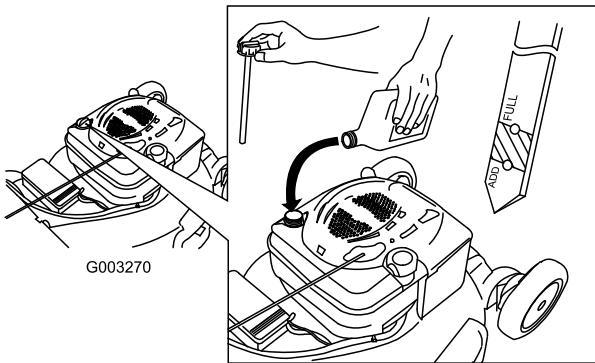

Figura 11
1. Togliete l'asta di misurazione del livello dell'olio, asciugatela ed inseritela a fondo nel foro (Figura 11).
2. Rimuovete l'asta e controllate il livello dell'olio (Figura 11). Se il livello dell'olio è inferiore alla tacca Add sull'asta, versate lentamente dell'olio nel foro del bocchettone fino a portarne il livello alla tacca Full sull'asta. **Non riempite troppo.** (Riempimento massimo: 0,59 litri, tipo: olio detergente SAE 30 con service classification API SF, SG, SH, SJ, SL o superiore.)